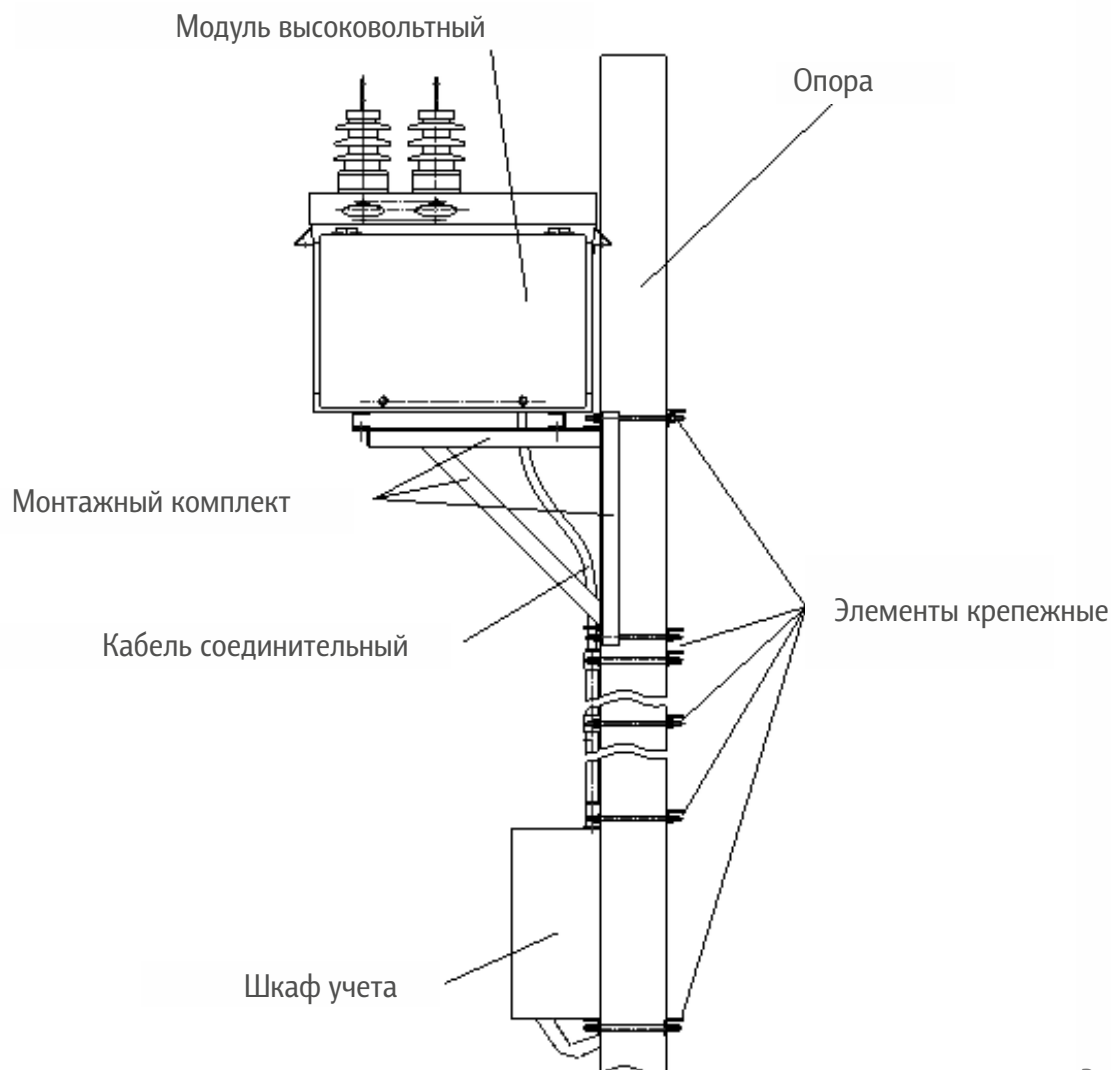

Рисунок 13
1.7.2. В состав монтажного комплекта входит «Рама» (рис. 12) для установки ВМ на опору ВЛ и набор крепежных элементов и метизов (рис. 13). Комплектность согласно упаковочной ведомости МК.
2.1.3. Общий вид размещения оборудования приведен на рис. 1; рис. 13; рис 1. Приложения 1.